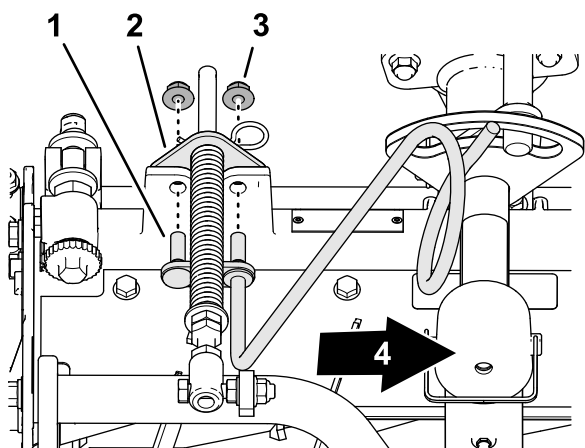

Figure 14
- Placez les goujons du guide-flexible droit en face des trous du cadre de l'unité de coupe et du support du compensateur (Figure 14).